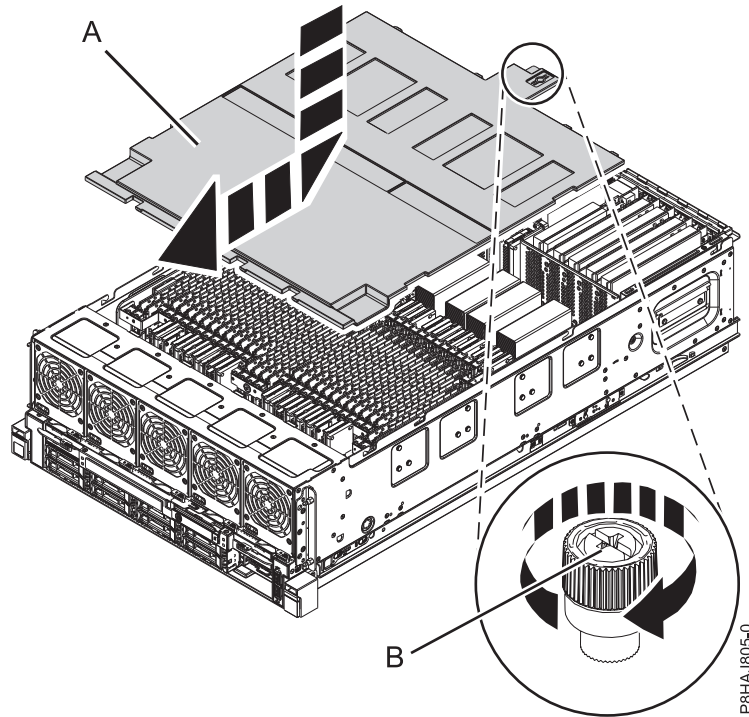

Figura 70. Sustitución de la cubierta de seguridad
2. Presione la cubierta de seguridad (A) hacia el chasis.
3. Apriete el tornillo de mano (B) girándolo en la dirección que se muestra en Figura 70 en la página 109 para fijar la cubierta de seguridad en el chasis.